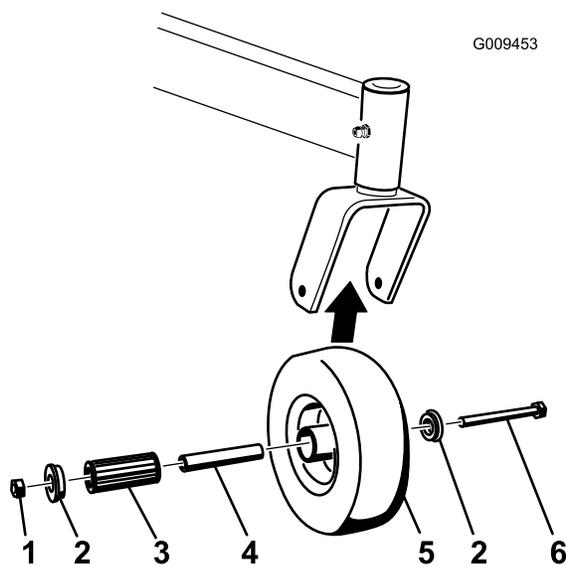

図 60
1. キャスタホイールをキャストフォークに保持しているボルトとロックナットを外す(図 60)。
2. ブッシュを外し、スパナブッシュとローラベアリングをハブから外す 図 60。
3. ホイールハブから他のブッシュを取り外し、ホイールハブについているグリスやごみをきれいに取り除く 図 60。
注 破損したり磨耗したりしている部品は交換する 図 60。
5. ホイールハブにベアリングを1個入れる 図 60。
6. ローラベアリングとスパナブッシュにグリスを塗って、ホイールハブに取り付ける 図 60。
7. ハブにもうひとつのブッシュを入れる 図 60。
8. キャスタホイールをキャスタフォークに取り付け、ホイールボルトとロックナットで固定する 図 60。
9. スパナブッシュがキャスタフォーク内部に当たるまでロックナットを締め付ける 図 60。